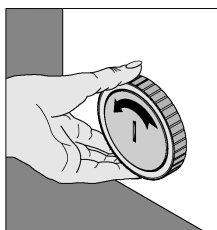

Bild 2
- vrid locket 45° åt vänster (se bild 2), tryck ännu en gång och vrid ytterligare 45° åt vänster